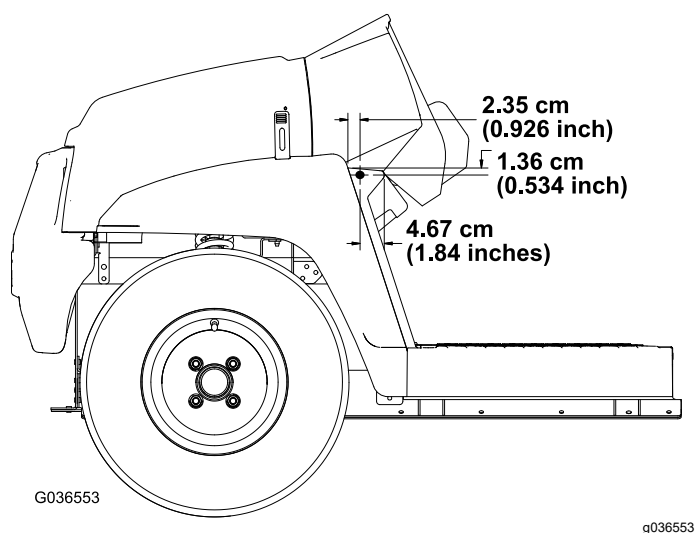

図 30
2. 機体の左右のフットボードの外側の、図 30に示された寸法位置に、直径 8mm の穴を 1 ヶ所開ける。